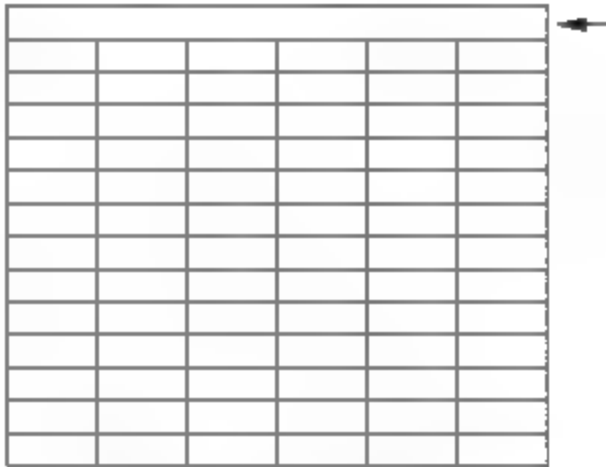

图10-59 合并单元格
- 10 选择表格的第一行，右击，在弹出的快捷菜单中选择【合并/全部】命令，合并单元格，如图10-59所示。